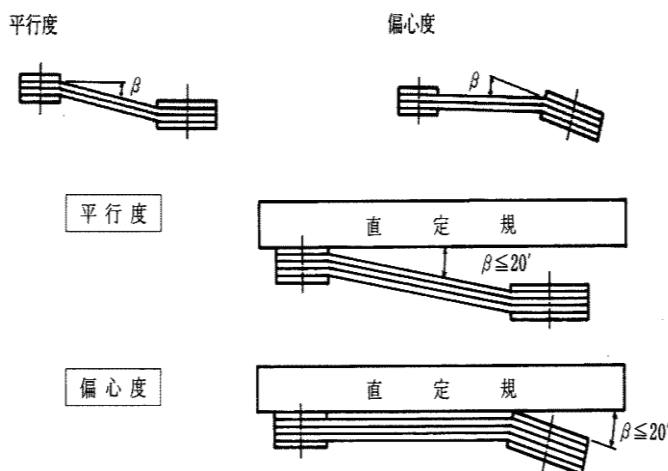
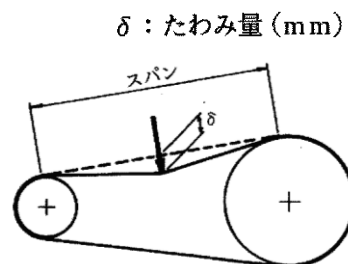

図1 平行度・偏心度
図2 張り調整
- (1) ベルトカバー(A)⑤を外す。
- (2) モータアジャスタ⑱のナットを緩めてモータ①をファンスタンド⑨側へ十分引き寄せ、ベルト③を外す。
- (3) 新しいベルト③を取り付ける。ベルト③が2本以上の場合はマッチドセットを推奨します。
- (4) モータプーリ②とファンプーリ④の側面に定規を当て、ベルト表(BELT SPEC.銘板として本機に貼付されています)の軸間距離(DISTANCE)を参考にモータアジャスタ⑱を調整して、平行度と偏心度を出す(図1)。同時に、ベルトのスパン中央にベルト表の張り荷重(TENSION)をかけたとき、たわみ量(DEFLECTION)がベルト表の値になるように張り調整を行う(図2)。
- (5) ベルトカバー(A)⑤を元のように取り付ける。